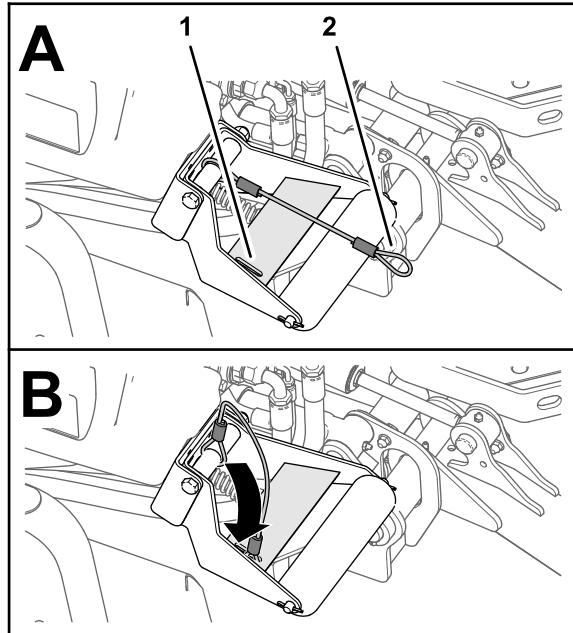

Figura 41
4. Com as unidades de corte baixadas, passe o laço do cordão na ranhura da placa de reforço do suporte do rolo (Figura 41).